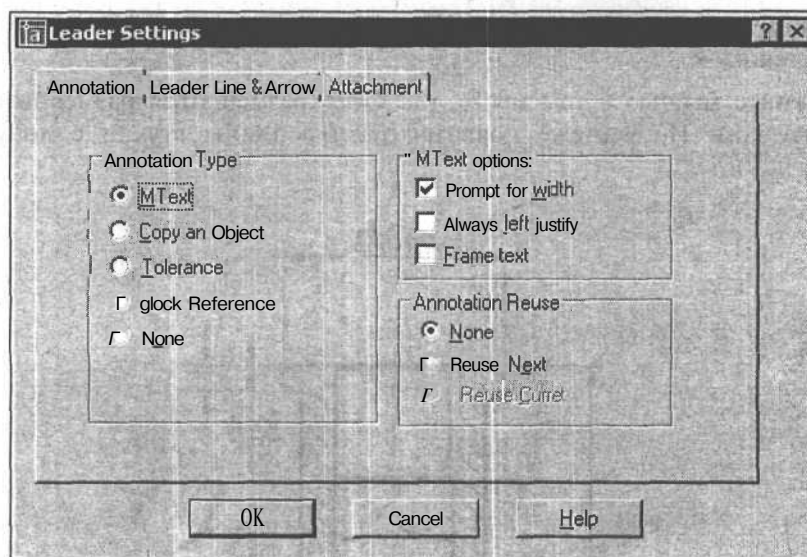

Рис. 11.10. Диалоговое окно настройки выноски
2. Нажмите клавишу <Enter> для вызова диалогового окна **Leader Settings** (Параметры выноски) (рис. 11.10), в котором настраиваются параметры выноски. Окно имеет три вкладки: